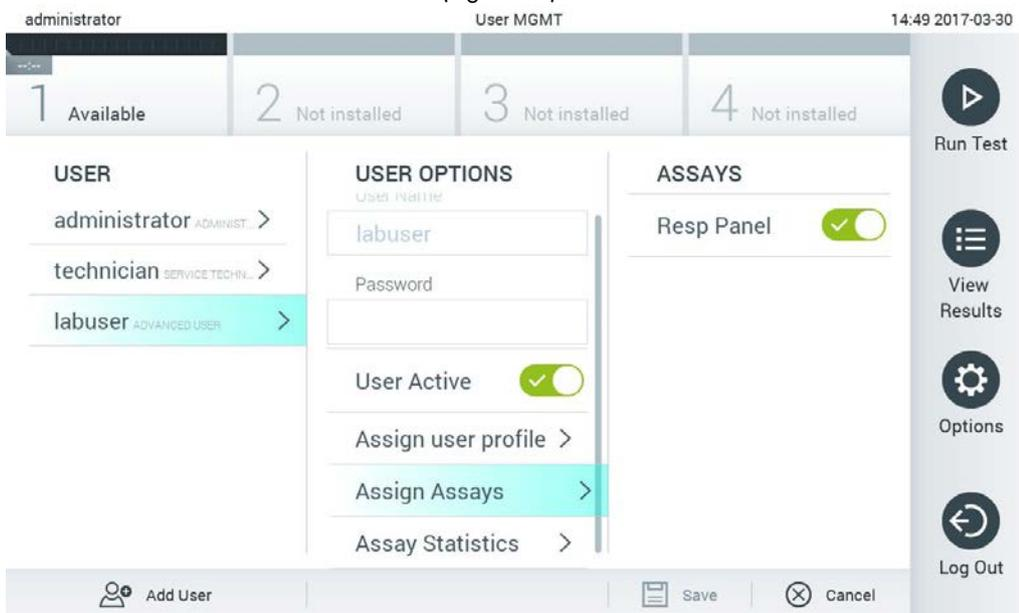

Figure 61. Affectation de dosages aux utilisateurs.
- Assign Assays (Affecter des dosages) : permet de définir les dosages de la base de données des dosages que l'utilisateur est autorisé à exécuter. Sélectionnez les dosages dans la liste située à droite de la zone de contenu (Figure 61).